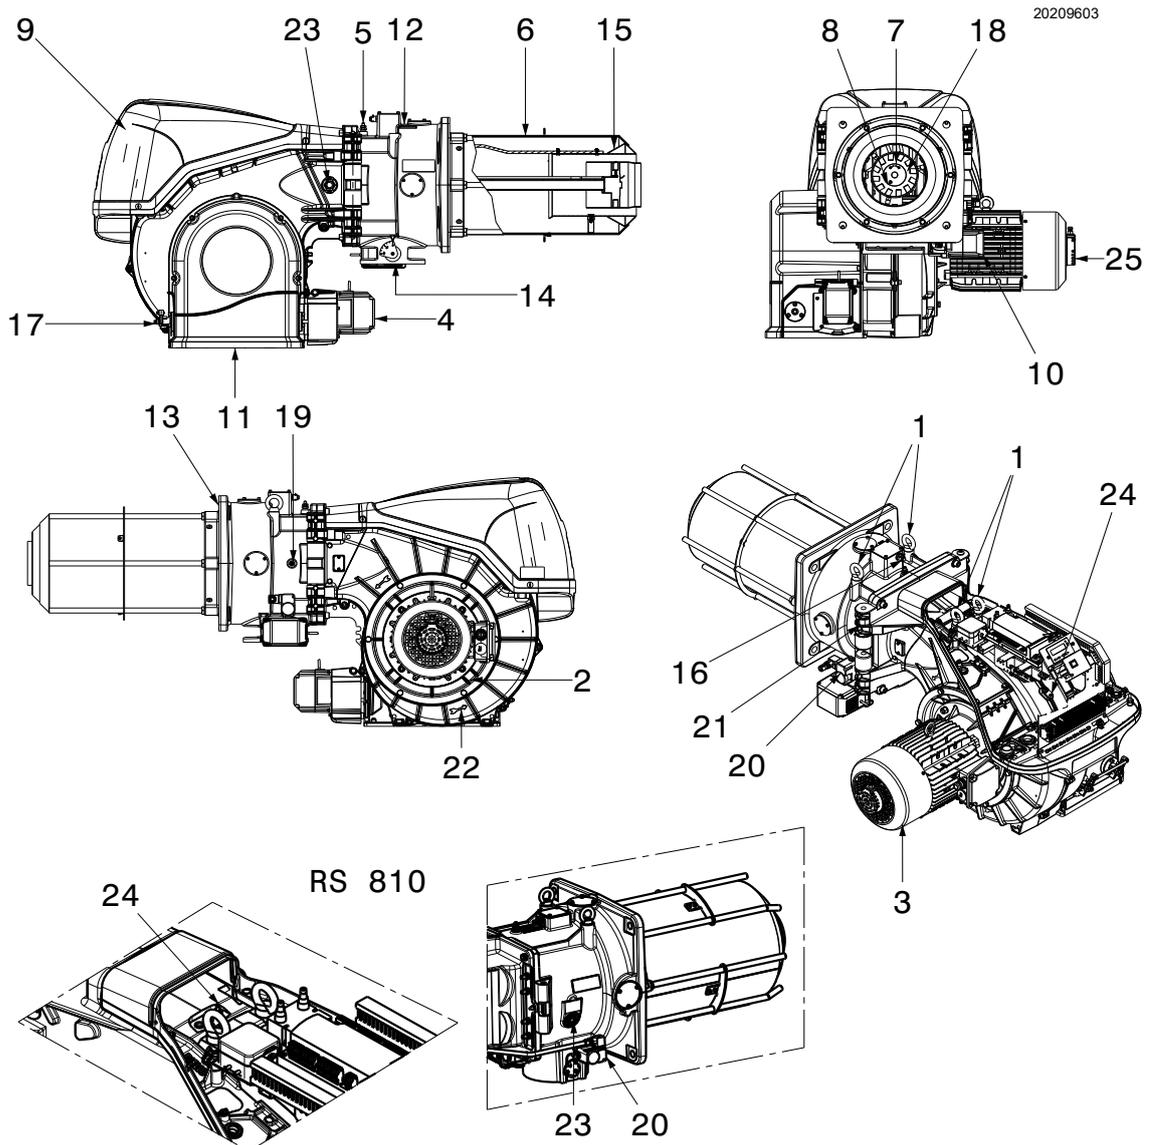

Abb. 5
- (1) Bezugsbedingungen: Raumtemperatur 20 °C - Gastemperatur 15 °C - Barometrischer Druck 1013 mbar - Höhe 0 m ü.d.M.
- (2) Druck am Anschluss 5)(Abb. 5 auf Seite 11) bei Druck Null in Brennkammer und bei maximaler Brennerleistung.
- (3) Schalldruck, im Verbrennungslabor des Herstellers bei laufendem Brenner am Prüfkessel, bei maximaler Leistung gemessen. Die Schalleistung wird mit der von der Norm EN 15036 vorgesehenen „Free Field“-Methode mit der Messgenauigkeit „Accuracy: Category 3“ gemessen, wie von der Norm EN ISO 3746 vorgeschrieben.
den am Brenner installierten Höchstdruckwächter GW 500 (Abb. 5 auf Seite 11) durch den mitgelieferten Druckwächter GW 150 ersetzen